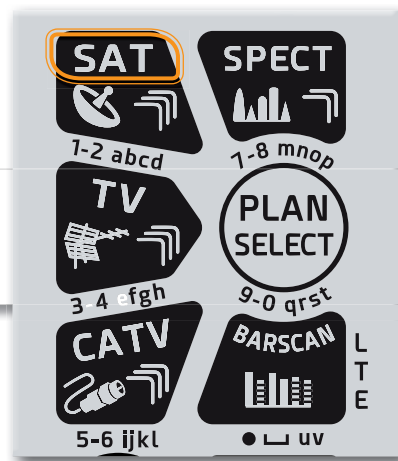

fig. 3
- Tourner la molette et ajuster les valeurs (fig. 3)
- Tourner la molette pour obtenir la valeur (fig. 3)
- Utiliser le clavier numérique pour saisir la fréquence, tourner la molette pour naviguer dans le menu (fig. 3)
- Tourner la molette jusqu'à la bonne valeur (fig. 3) ou sélectionner la valeur désirée (fig.2)
- Appuyer sur la molette pour confirmer (fig.3) ou toucher l'écran en dehors du menu déroulant (fig.3)
- Pour confirmer la sélection, appuyer sur la molette (fig. 3), ou appuyer sur l'écran en dehors du menu déroulant (fig. 3)
- Sélectionner **ENTER** pour confirmer (fig. 3)